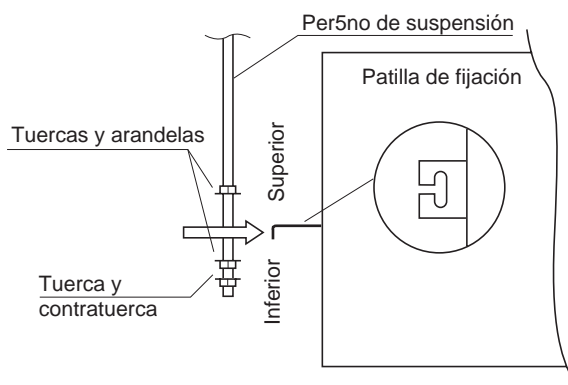
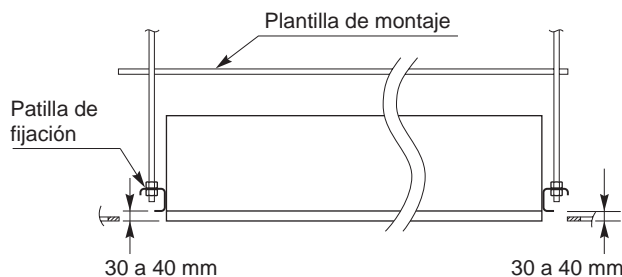

Fig. 3-7
Fig. 3-8
La distancia entre la parte inferior de los pernos de suspensión y la superficie inferior del techo debe estar comprendida entre 30 y 100 mm (Fig. 3-8)
- La unidad interior debe estar suspendida de los pernos de suspensión (Fig. 3-7) de forma que la distancia entre la parte inferior de la patilla de fijación y la superficie inferior del techo esté comprendida entre 30 y 40 mm. (Fig. 3-8)